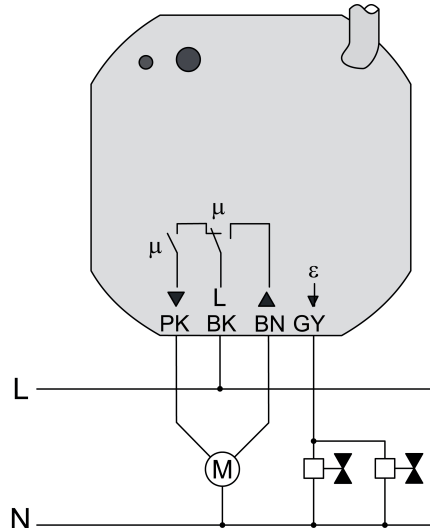

Bild 7
- Last anschließen (Bild 7). Beiliegende Federsteckklemmen verwenden. Flexible Leiterenden müssen verzinkt sein.